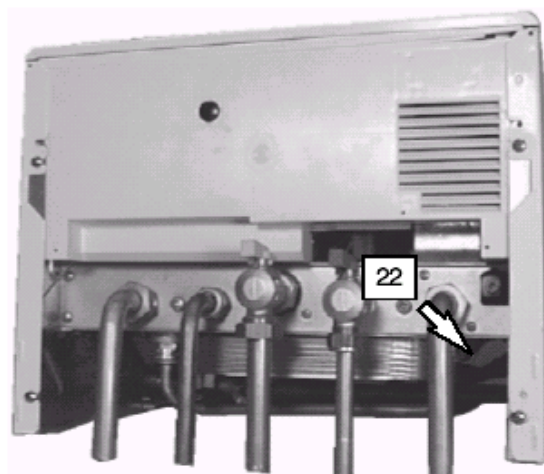

Fig. 5.3.
8. Ligar a descarga da válvula de segurança 22 na fig. 5.3. a um cone de esgoto.